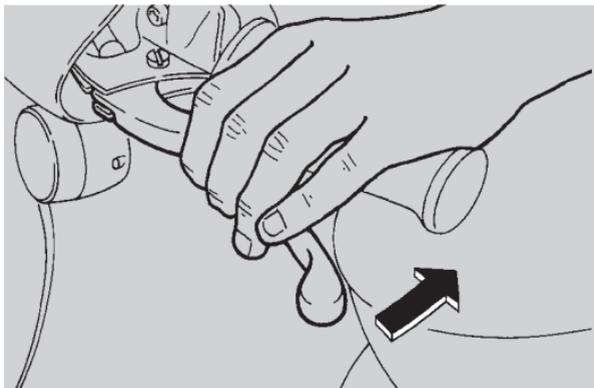

Abb. 22
- ◆ Ein Rad vollständig abbremsen mit Betätigung des Bremshebels. (Abb. 22).